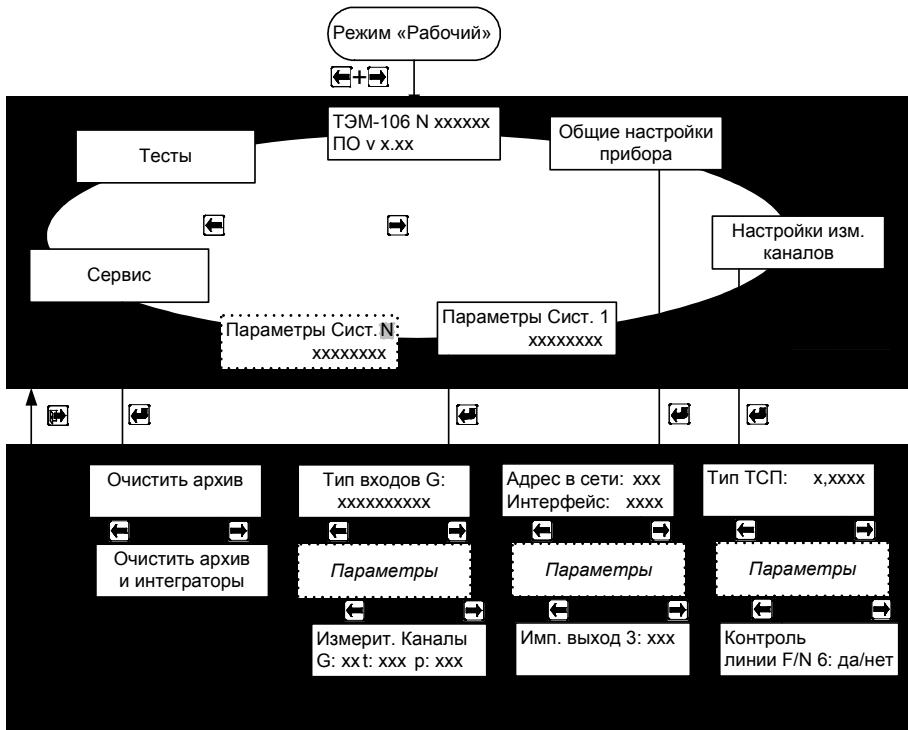

Рис. 7.2
7.3.1 Для входа в режим работы теплосчетчика «Настройки» необходимо, находясь в любом меню режима «Рабочий», одновременно нажать кнопки «влево» и «вправо». Порядок перехода между окнами в режиме «Настройки» изображён на рис. 7.2.